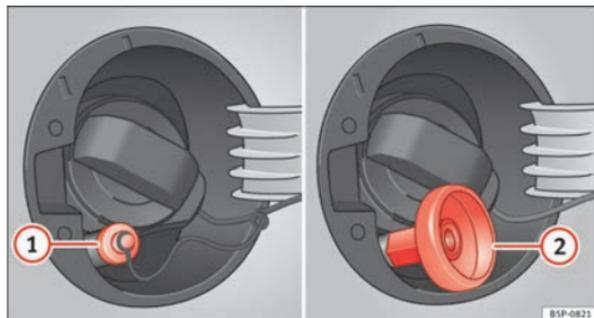

Abb. 160 Geöffnete Tankklappe mit Autogas-Einfüllstutzen und Adapter.
- Öffnen Sie den Gas-Einfüllstutzen ⇒ Abb. 160 ①.
- Schrauben Sie den entsprechenden Adapter ② auf den Autogas-Einfüllstutzen.